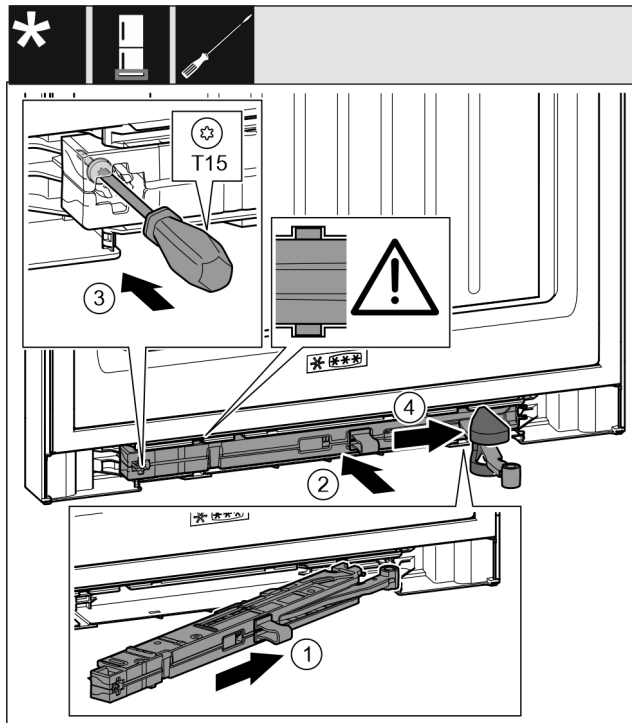

Fig. 57
- ▶ Tolja be ferden, ütközésig a záráscsillapító egységet Fig. 57 (1) a mélyedésbe a csapágycsavarok felőli oldalán.
- ▶ Tolja be teljesen a mélyedésbe a záráscsillapító egységet Fig. 57 (2).
- ▶ Húzza meg a csavart Fig. 57 (3) csavarhúzóval.
- ▶ Tolja rá a csuklóra a fedelet Fig. 57 (4).